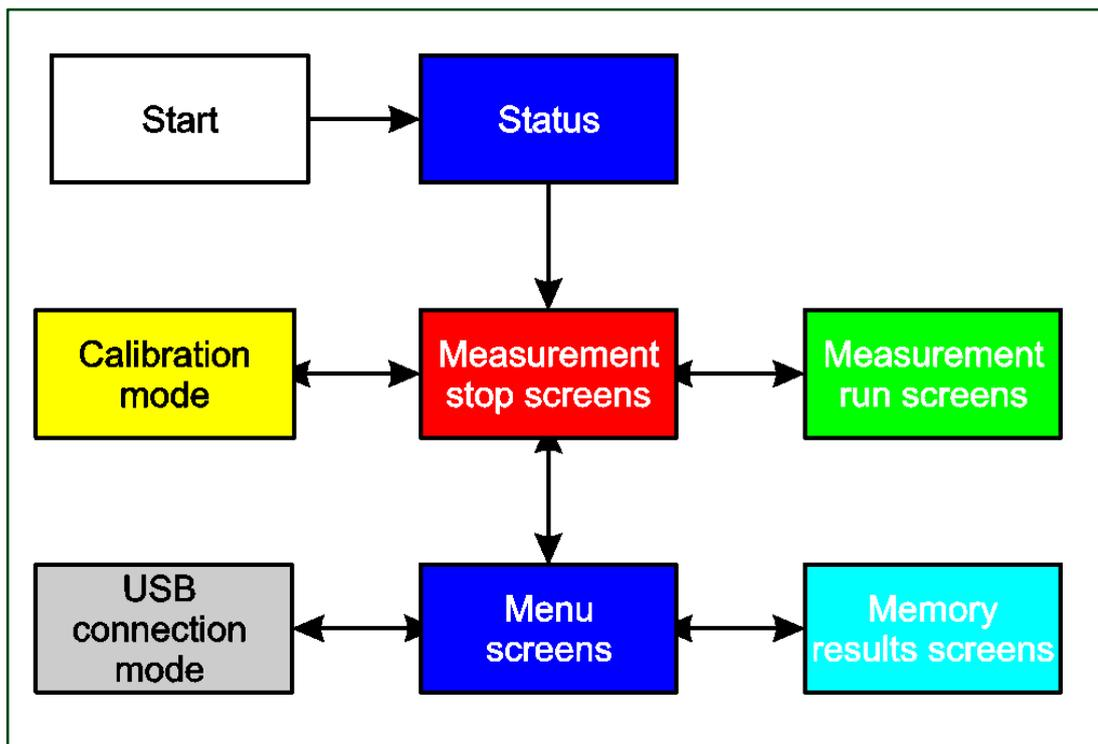

Abbildung 2
Die beiden in Abbildung 1 dargestellten Funktionstasten (5) befinden sich unter den jeweiligen Optionen, die am unteren Rand jedes Bildschirms angezeigt werden. Die Funktion dieser beiden Tasten ändert sich, je nachdem, welcher Bildschirm angezeigt wird, wie in der Übersicht des Betriebssystems in Abbildung 2 dargestellt.